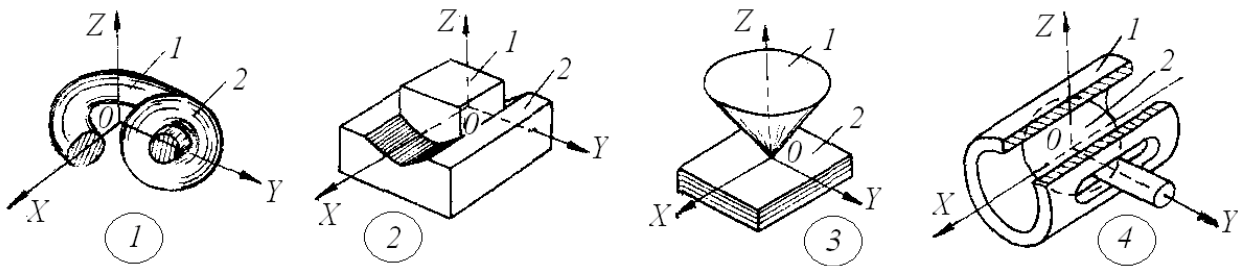

Рис. 1.4.
17. Какая из четырех кинематических пар (рис. 1.4) является парой 5-го рода (пятиподвижной)?
18. Какая из четырех кинематических пар (рис. 1.4) является парой III класса?
19. Какая из четырех кинематических пар (рис. 1.4) является парой вида ВВ?
20. Какая из четырех кинематических пар (рис. 1.4) является низшей парой?
29. Какая из четырех кинематических пар (рис. 1.4) является парой 3-го рода (трехподвижной)?